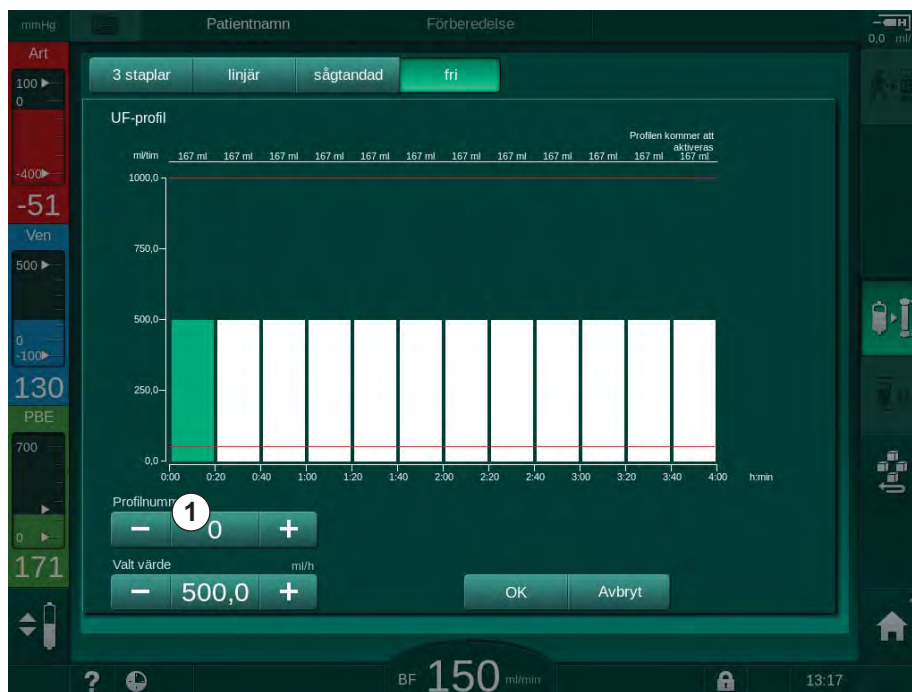

Bild 5-15 UF-profilval
4. För att välja en av de 10 förinställda fritt redigerbara profilerna, tryck på knappen + eller – i *Profil nr* grupprutan (Bild 5-15, ① ) eller ange profilnummer 1 till 10 direkt i fältet.